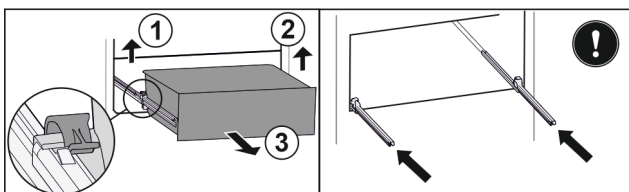

Fig. 29\*
- ▶ Приподнимите левый зажим и одновременно вытяните движением вперед выдвижной ящик слева Fig. 29 (1).\*
- ▶ Приподнимите правый зажим и одновременно вытяните движением вперед выдвижной ящик справа Fig. 29 (2).\*
- ▶ Извлеките выдвижной ящик движением вперед Fig. 29 (3).\*